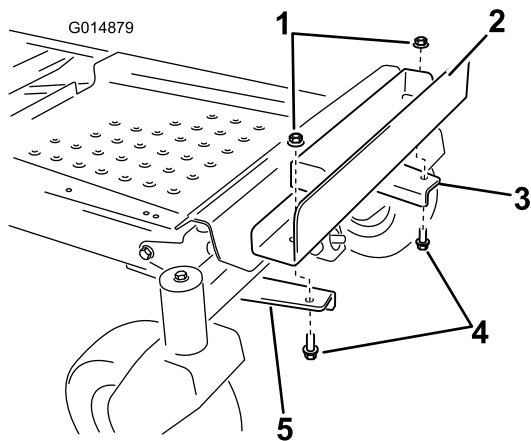

Figura 6
6. Instale la bandeja del peso en los soportes de montaje (Figura 6). Alinee los taladros interiores de la bandeja con los soportes de montaje instalados anteriormente. Asegúrese de que la bandeja esté centrada sobre el bastidor. Sujete con dos pernos (3/8 x 1 pulgada) y dos contratuercas (3/8 pulgada).